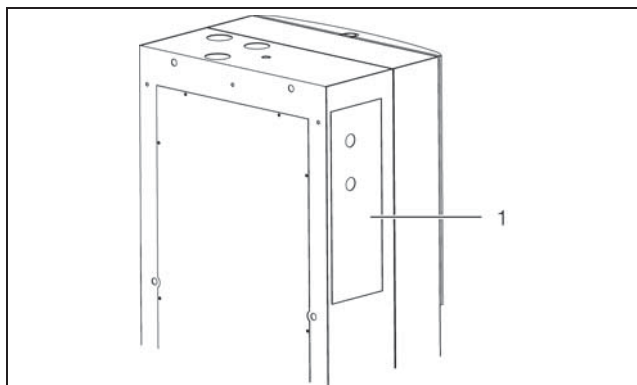

Imagen 45: Conexión PLC (3360.100, 3360.250, 3360.470)
- Abra la trampilla de servicio (imagen 45. pos. 1) en el lado izquierdo del chiller.
- **Sólo los tipos 3360.100, 3360.250, 3360.470:** Abra la trampilla de servicio (imagen 45, pos. 1).